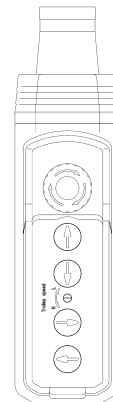

Figura 4-1 Control de Botonera de 4 botones
- 4.3.1 Control de Botonera - Cuando use el control de botonera, presione el botón Arriba para levantar el gancho del polipasto/tecle o el botón Abajo para bajar el gancho del polipasto/tecle como se muestra en la Figura 4-1. Presione los botones Izquierdo y Derecho para mover el trole horizontalmente. Para detener el movimiento, suelte los botones.